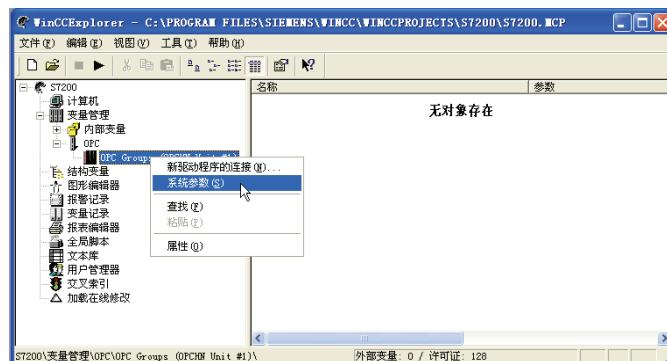
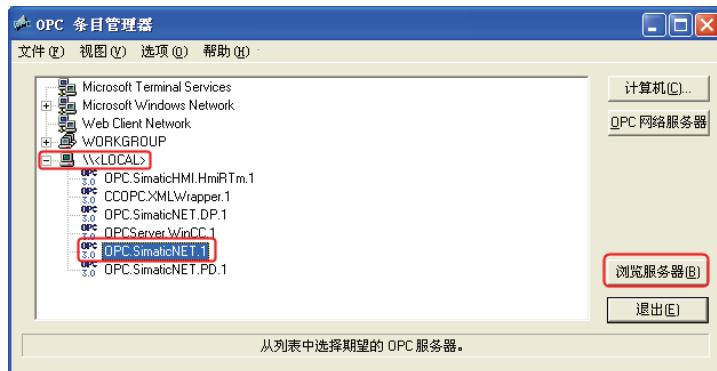

图 10-57 打开系统参数
图 10-58 “OPC 目录管理器”窗口
- 3) 打开系统参数。如图 10-57 所示，选中左侧浏览器窗口的“OPC Group”，单击鼠标右键，弹出快捷菜单，单击“系统参数”，弹出如图 10-58 所示的窗口。
4) 在 WinCC 中搜索及添加 OPC Scout 中定义的变量。如图 10-58 所示, 先展开“LOCAL”选项, 再选中“OPC.SimaticNET.1”, 最后单击“浏览服务器”按钮, 弹出“过滤标准”对话框, 如图 10-59 所示, 单击“下一步”按钮, 弹出 10-60 所示的对话框。